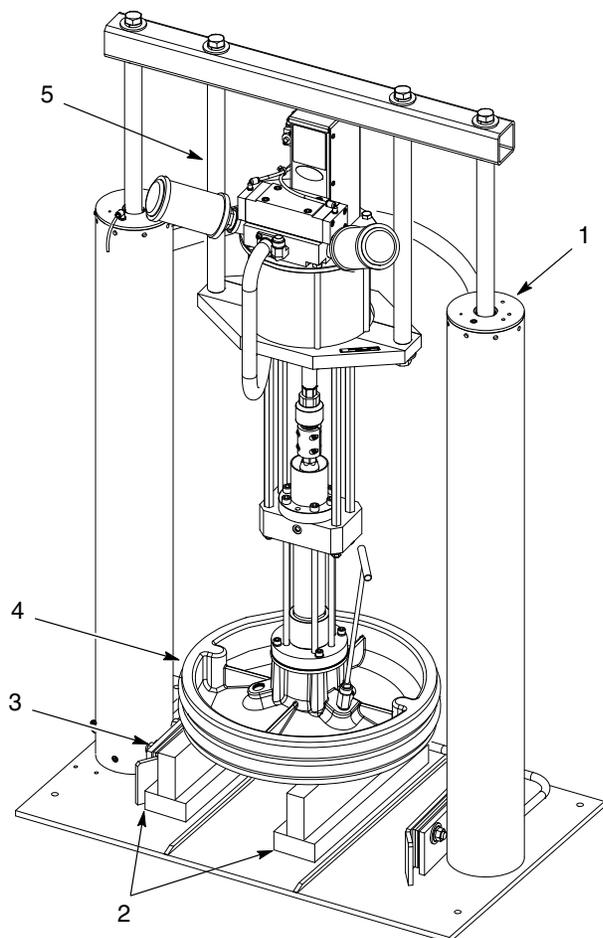

Figure 1 Blocage du plateau suiveur
1. Voir la figure 1. Utiliser des cales (2) pour bloquer le plateau suiveur (4) suffisamment haut pour qu'il ne soit pas en contact avec les sabots de centrage du fût (3). S'assurer que l'ensemble plateau suiveur / moteur pneumatique est sécurisé et ne risque pas de basculer.
3. Retirer tous les éléments ou supports montés en haut des têtes de vérin (1) et des tiges de fixation (5).